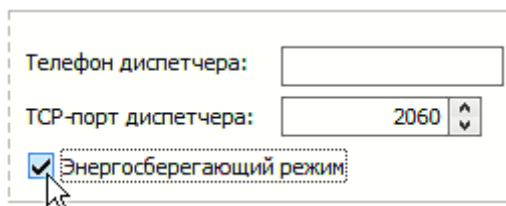

Рис.4. Опция «Энергосберегающий режим» во вкладке «Подключение».
Дополнительно в **Основном** режиме предусмотрена опция **Энергосберегающий режим**, поле программного подключения которой (рис.4) обеспечивается работа адаптера с низким уровнем энергопотребления.
- во вкладке **Адаптер** сервисного ПО «Взлет СП. Настройка АССВ-030, АСЕВ-040» (рис.4) выбрать обозначение требуемого рабочего режима;